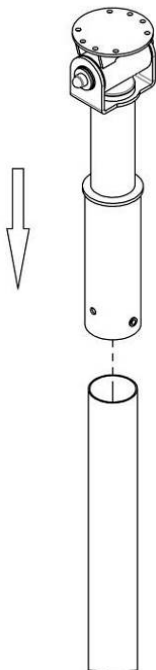

Рисунок 3
3. Одягнути маятник поворотний та розмітити отвори для свердління на обрізаній стійці відповідно до отворів в маятнику (рис.3.)